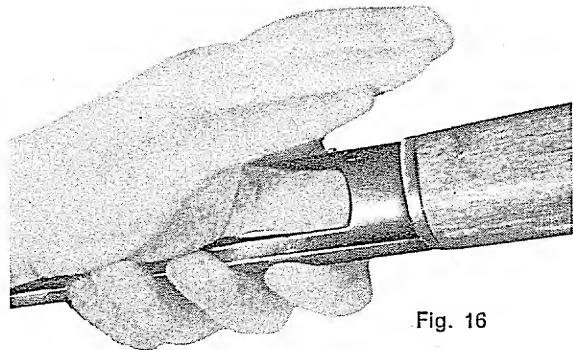

Fig. 16
- b) Lasciare lo svincolo e spingere a fondo col pollice destro le cartucce site nel serbatoio, fino a sentire lo scatto della leva arresto cartuccia (fig. 16).
- b — free carrier latch button; with the right thumb fully press the shells into magazine until shell latch snaps (fig. 16).
- b — relâcher le pousoir du levier d'arrêt de l'élévateur; appuyer sur l'élévateur avec le pouce droit et pousser les cartouches dans le tube magasin jusqu'à ce que celles-ci soient arrêtées par le levier d'arrêt (fig. 16)